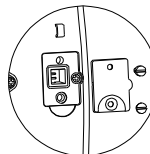

Figura 4-2. Piedini LFT.
2. Rimuovere il coperchio di sicurezza sotto la bilancia e accedere ai due piedini situati in un alloggiamento (vedere la Figura 4-2). Accorciare i piedini (è possibile utilizzare un cacciavite a lama piatta) e contemporaneamente accendere la bilancia. La bilancia esegue la procedura di avvio, quindi nel display viene visualizzato lo stato corrente [LFT OFF 0FF] (LFT OFF, sbloccato) o [LFT ON 0FF] (LFT ON, bloccato). Premere il tasto 'No' per modificare tale impostazione oppure premere il tasto 'Yes' per confermarne lo stato.